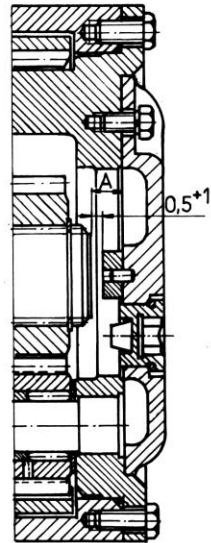

Рис. 7. Замер расстояния А
18. Полуось с собранными спиральями 54 и 55 и внутренним стопорным кольцом 46 ввести в рукав. Надеть ведущую шестерню колесного редуктора 45 и застопорить вторым стопорным кольцом 46. Замерить расстояние от торца полуоси до контактной поверхности комплекта крышки держателя сателлитных колес (расстояние А, рис. 7), вычесть 0,5...1,0 мм и на такую длину корректировать размер опоры 49 полуоси, гарантирующей требуемый аксиальный зазор полуоси.